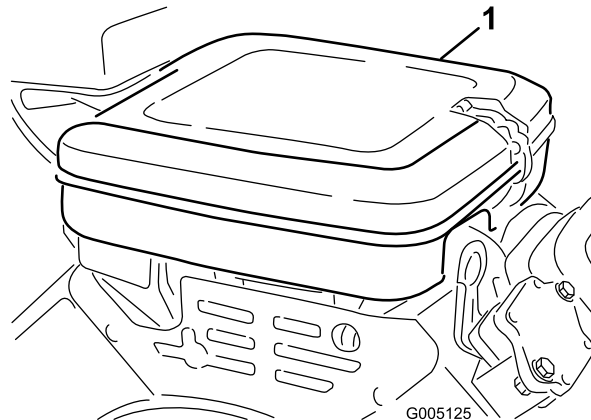

图40
1. 彻底清洁滤清器盖（图40）。
3. 卸下将滤芯固定到空气滤清器壳体上的蝶形螺帽（图40）。